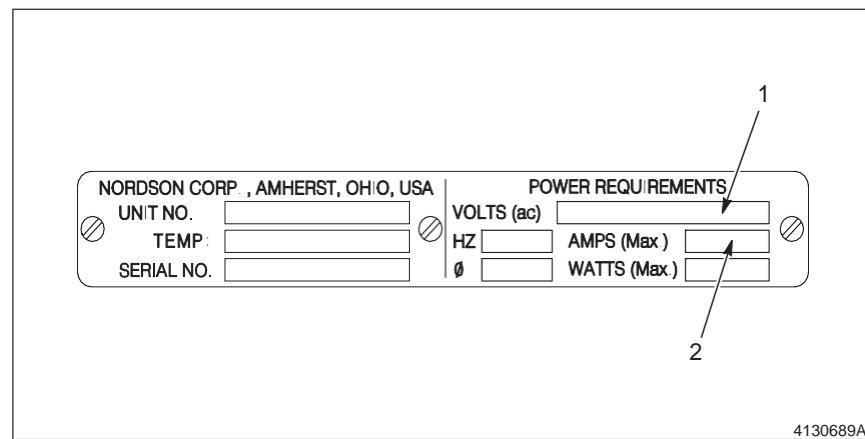

Fig. A 3-5 Placa de Identificação do Processador
- b. Ver a Figura A 3-5. Determinar a especificação de tensão do processador, olhando na porção (1) VOLTS (ac) da placa de identificação.
2. Ver a Figura A 3-5.